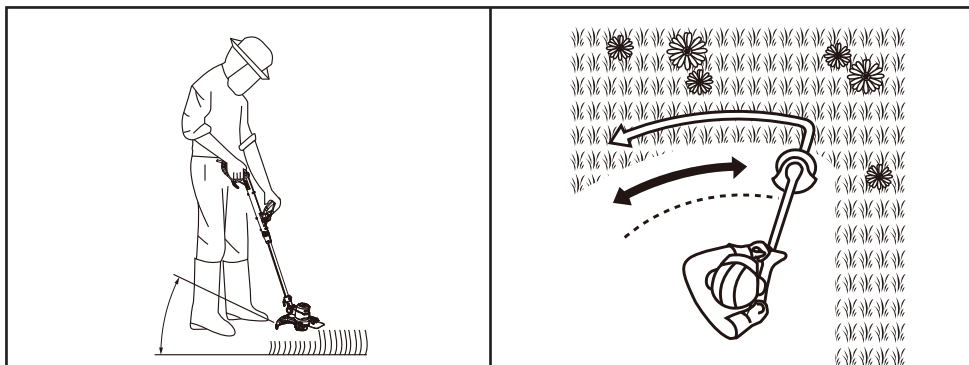

Fig. 8
- Este important să ai o poziție stabilă și să ții bine produsul cu o mână pe mânerul superior (1) și cu una pe cel auxiliar (6).
- Reglează unghiul mânerului principal (1) la 0° pentru tăiere.
- Ține capul de tăiere (15) chiar deasupra solului, la un unghi de aproximativ 30° (fig. 8).
- Mișcă produsul lent și constant descriind un arc de la stânga la dreapta, apoi adu-l înapoi în poziția inițială și tunde următoarea zonă (fig. 8).